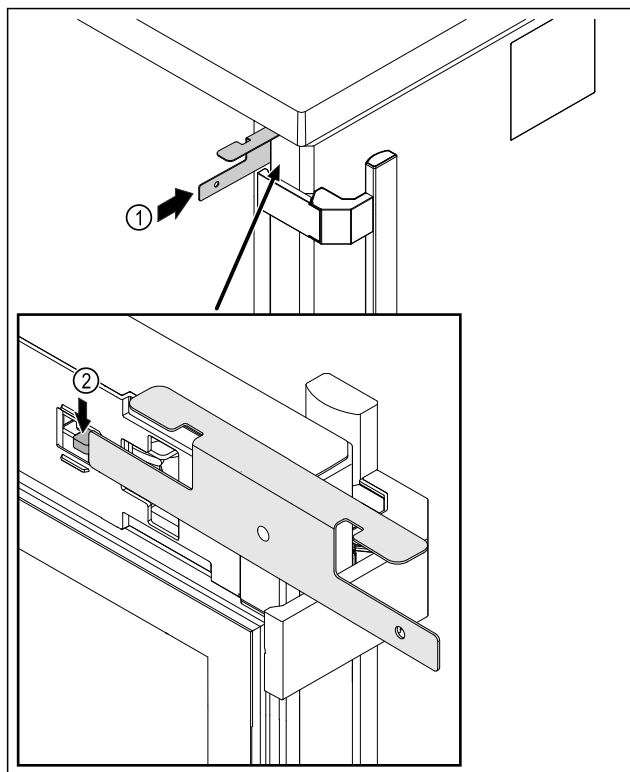

Fig. 218
- ▶ 将紧急解锁钥匙 Fig. 218 (1) 插入门与冰箱主体之间。
- ▶ 向铰链方向按压锁钩 Fig. 218 (2)。